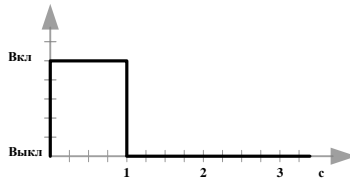

Рис. 7. Индикация ошибки ввода
**Внимание!** Изменение сервисного кода происходит только в случае совпадения кода при его повторном вводе. В противном случае происходит выход из режима смены сервисного кода. При ошибке повторного ввода кода светодиод мигнёт 1 раз (рис. 7).